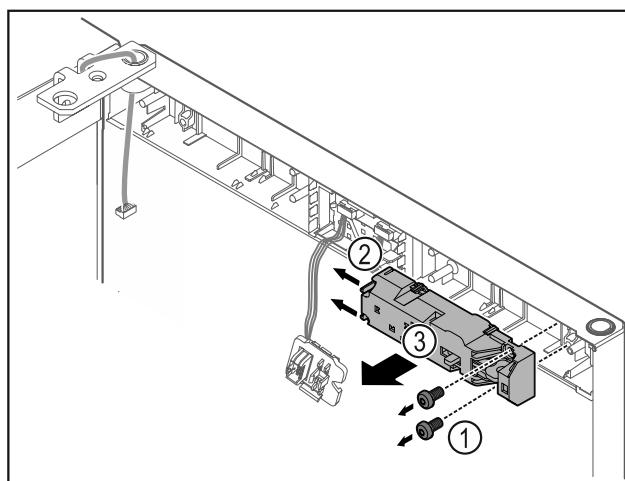

Fig. 21
- Retire los tornillos Fig. 21 (1).
- Empuje los ganchos de retención Fig. 21 (2) hacia un lado y retire el cierre remoto Fig. 21 (3).